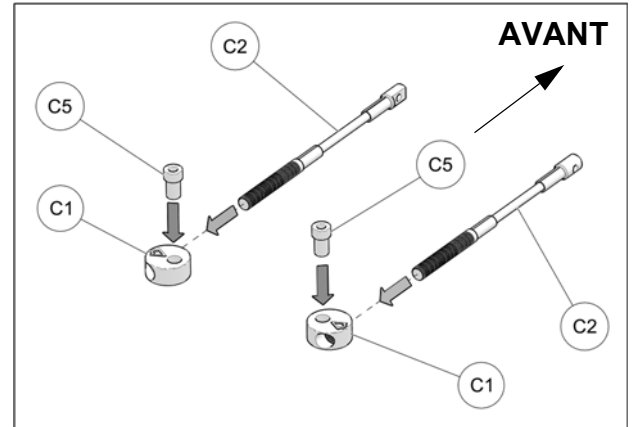

Fig. 22
- Assembler les câbles des limiteurs de conduite (C2), les disques en aluminium (C1) et les bagues espaceurs (C5) tel que montré à la Fig. 22